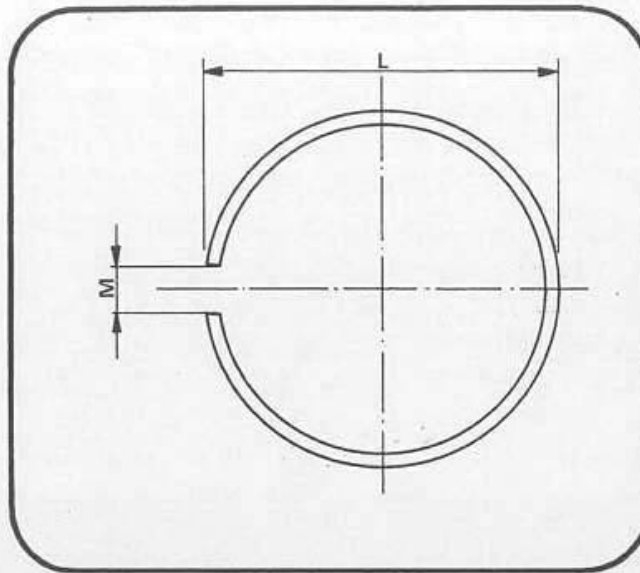

Fig. 55
- 3) Controllare la larghezza dell'intervallo (M) mediante uno spessimetro, e se tale intervallo ha superato il limite di usura stabilito dalla tab. 3 procedere alla loro sostituzione.
**TOLLERANZA D'INTERVALLO NEL MONTAGGIO DEGLI ANELLI RASCHIAOLIO** (vedi fig. 55 e tab. 4).
- 3) Check the end gap (M) by means of a feeler gauge and in case the distance is out of the wear limit stated in table no. 3 replace them.
**ASSEMBLY TOLERANCE FOR OIL-SCRAPERS AND END GAP** (see fig. 55 and table 4).